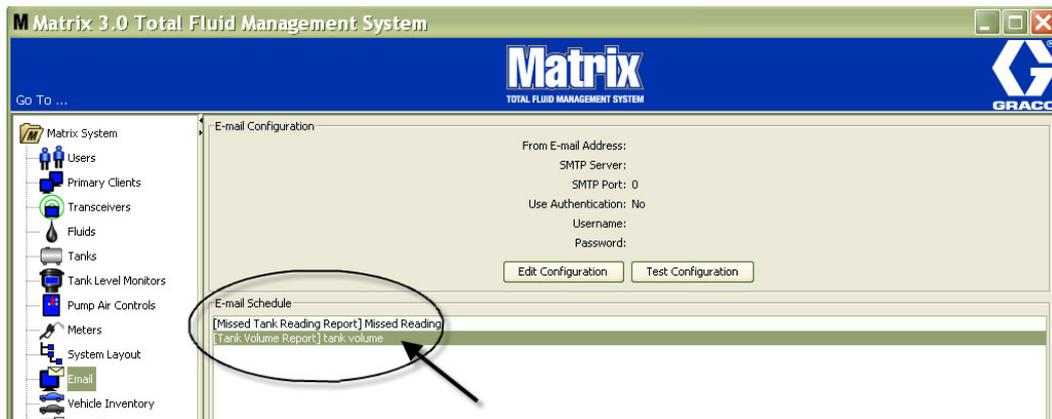

ABB. 144
- Die von Ihnen erstellten E-Mail-Ereignisse erscheinen im Bereich „E-Mail-Zeitplan“ im Hauptfenster für die E-Mail-Konfiguration, wie in ABB. 144 gezeigt.